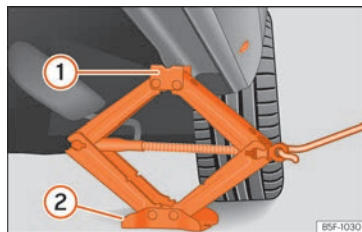

Fig. 41 Larguero: colocación del gato del vehículo.
- Gire la manivela del gato*, situado bajo el punto de apoyo del larguero, para elevarlo hasta que la pestaña ① »» fig. 41 quede situada bajo el alojamiento previsto.
- Alinee el gato* de modo que la pestaña ① “agarre” en el alojamiento previsto del larguero y la placa base móvil ② quede apoyada en el suelo. La placa base ② debe caer en la vertical respecto al punto de apoyo ①.